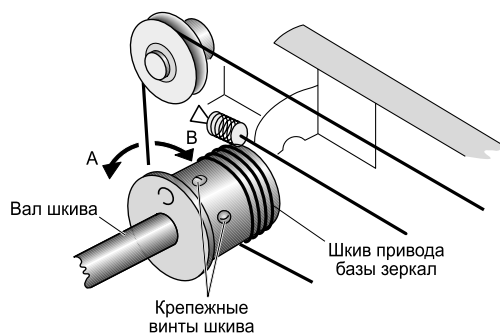

Рис. 20. Устранение вертикального перекося копии
4. Если ширина La больше ширины Lb , ослабьте крепежные винты дальнего шкива привода базы зеркал и поверните шкив привода в направлении стрелки А (см. рис. 20). Не двигайте вал шкива. Если ширина La меньше ширины Lb , поверните указанный шкив в направлении стрелки В. Не двигайте вал шкива;